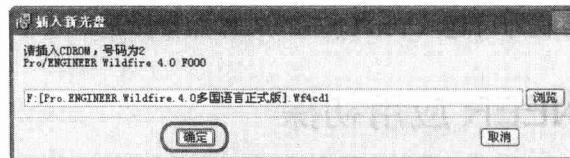

图 1-12 【插入新光盘】对话框
(11) 现在系统进行许可证管理配置，系统配置到一定进度后，弹出【插入新光盘】对话框，如图 1-12 所示。接着放入第 2 张光盘，然后单击【确定】按钮系统再进行许可证管理配置。